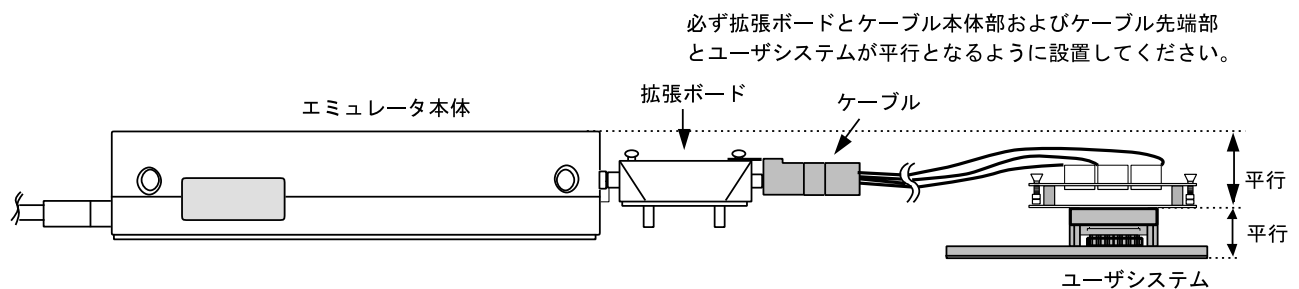

図11 設置例
- (1) ユーザシステムへの接続時には1ピン位置に十分注意して、誤接続は絶対にしないでください。
- (2) 本ユーザシステムインタフェースケーブルを使用する場合の推奨マウントパッド寸法は、MCU 実装用マウントパッド寸法とは異なりますので注意してください。
- (3) ケーブル本体部が断線する可能性がありますので、本ユーザシステムインタフェースケーブルの上に重いものや金属等の角の尖ったものを置かないでください。
- (4) ユーザシステムに接続した状態では、ユーザシステムインタフェースケーブル、特にケーブル先端部に無理な力が加わらないように注意する必要があります。図11の設置例を参照してご使用ください。